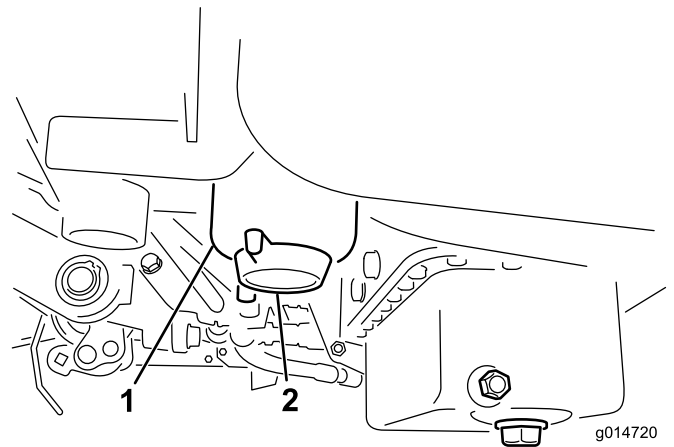

Bild 48
2. Reinigen Sie den Anbaubereich der Filterglocke (Bild 48).
4. Öffnen Sie das Filterablassventil (Bild 48).